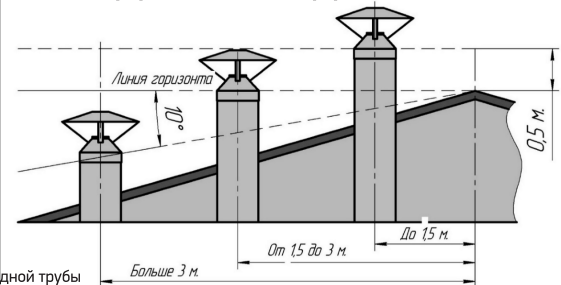

Рисунок 4.
- не ниже линии, проведенной от конька под углом 10° к горизонту, при расположении дымовой трубы от конька на расстоянии более 3 м. (рисунок 4)